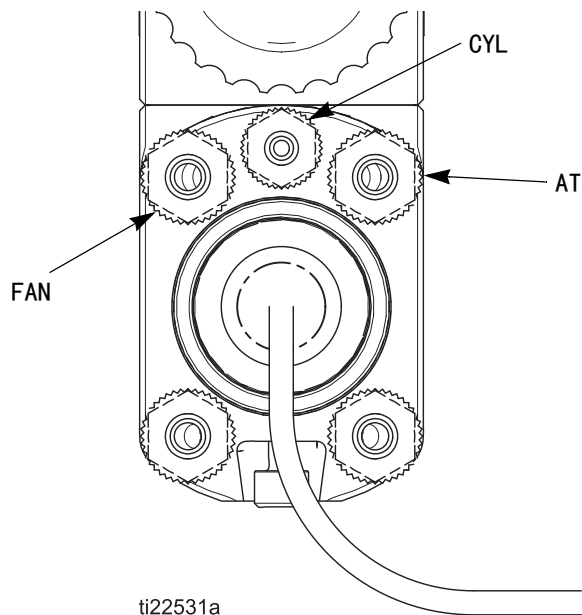

图 19. 歧管空气连接
6. 使用雾化供气管路（A1）的气压调节器来调节雾化程度。（参见图 19。）例如，对于流速为 10 盎司每分钟（0.3 升每分钟）的流体，喷枪歧管的典型雾化压力是 20-30 磅 / 平方英寸（1.4-2.1 巴，0.14-0.21 兆帕）。
2. 通过使用弹膛 (CYL) 供气管路上的空气电磁阀来打开和关闭喷枪功能。将最小 50 磅 / 平方英寸 (3.4 巴, 0.34 兆帕) 气压应用于弹膛空气接头 (CYL) 处，以激活雾化空气 (AT)、风扇空气 (FAN) 和流体 (P) 的开关顺序。参见图 19(第 28 页)。